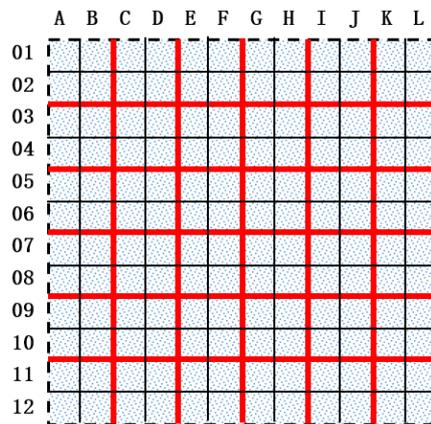

图2 区域M均匀划分为多分格的示意图
(1) 自制信号发生器，产生步进扫频信号，频率范围为 15kHz~20kHz，步进频率 1kHz，扫频周期为 5 秒。通过电声部件转换为声信号并注入平面板，由不在同一位置的任意声电转换部件接收该声信号，预留测试端口，通过示波器观测接收到的信号。
(2) 按图2中红色粗框线将区域M均匀划分为6×6的大方格。一键启动系统后，在指定方格中敲击一次，系统在5秒内完成探测定位并显示对应方格编号。显示格式为横轴编号在前，纵轴编号在后，中间以逗号分割，例如：(EF, 0304)、(GH, 1112)。
(1) 按图2将区域M均匀划分为12×12的小方格。将磁铁圆片放置在指定的某一方格内后，一键启动系统，在15秒内完成定位并显示圆片所在的方格编号，显示格式为横轴编号在前，纵轴编号在后，中间以逗号分割，例如：(E, 08)、(I, 10)。
(2) 将磁铁圆片放置在区域 M 中任意指定的位置后，一键启动系统，在 20 秒内完成定位并显示其直角坐标数值，单位为 mm，横轴坐标在前，纵轴坐标在后，中间以逗号分割，例如：(-50mm, 100mm)。定位误差不大于 10mm。
(3) 其他。